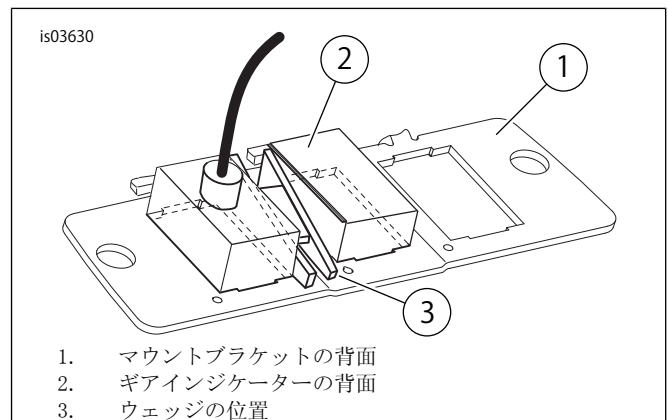

図2. マウントブラケットおよびインジケータアッセンブリーの背面図
4. 「図2」を参照してください。ギアインジケータ(2)を取り付け、アッパーマウントブラケットの開口部に配線を差し込みます。